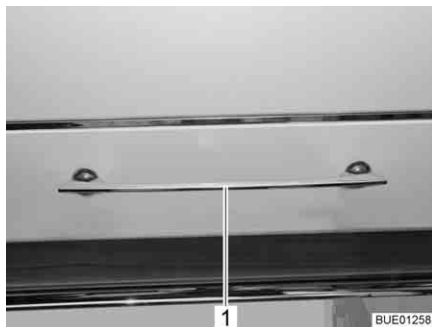
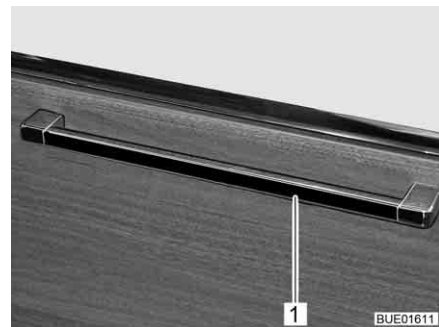

Bild 42 Möbelklappe mit Entriegelungsgriff
Bild 43 Möbelklappe mit Entriegelungsgriff (Alternative)
- Entriegelungsgriff (Bild 42,1 bzw. Bild 43,1) je nach Einbaulage nach oben, zur Seite oder nach unten drücken und gedrückt halten.